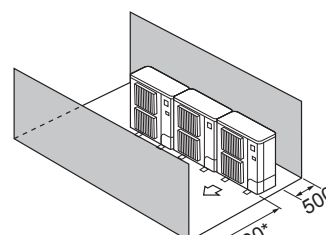

Fig. 2-12
- ④ Перешкоди лише спереду та ззаду (Fig. 2-12)